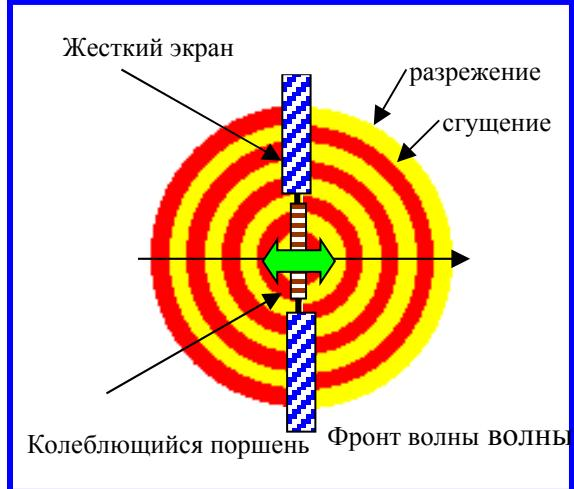

Рис.6.2. Полусферическая волна
*Колебательные движения поршня в отверстии жесткого бесконечного экрана*. При движении поршня вдоль оси  $X$  вправо (рис.6.2.) он приводит в движение прилегающие к его поверхности молекулы воздуха, уплотняя их. Давление воздуха с правой стороны становится больше атмосферного. Вследствие этого молекулы воздуха перемещаются вправо, отклоняясь от своего положения равновесия.